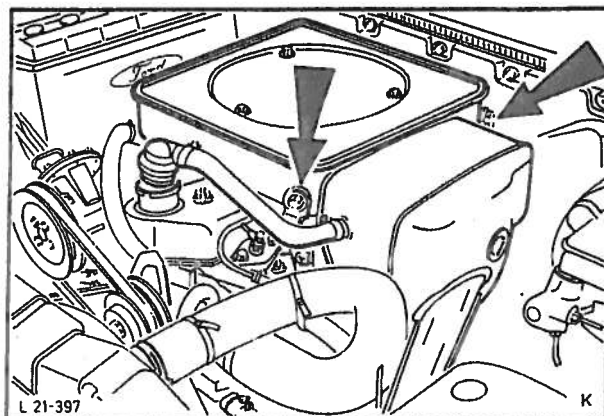

Fig. 103 Montering av luftfilter.
11. Monter luftfilteret, fig. 103 og kople til batteriets godskabel.